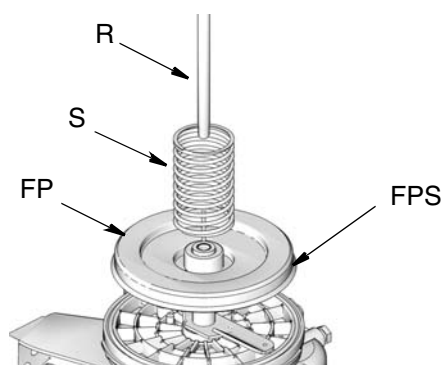

FIG. 4
- a. Verifique que las siguientes piezas se retiren con el depósito (FIG. 4):
- Resorte (S)
- Plato seguidor (FP)
- Varilla (R)